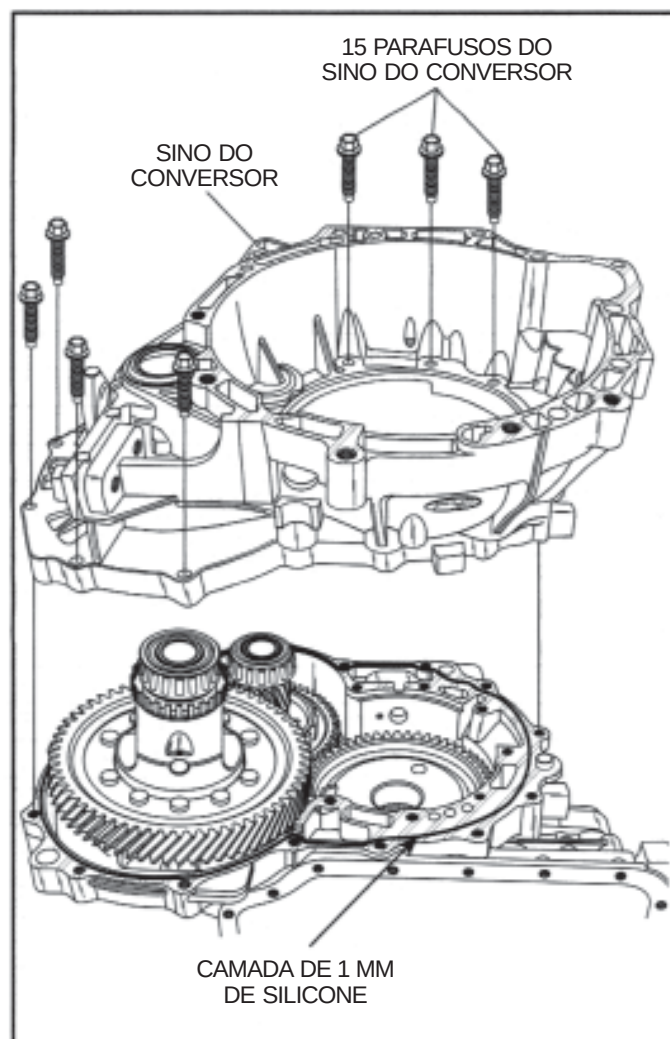

Figura 148
69. Aplique uma camada de 1 mm de silicone ultra selante na carcaça da transmissão, na área de junção com o sino do conversor, conforme ilustrado na Figura 148.
70. Instale na carcaça da transmissão o sino do conversor (Vide Figura 148), e verifique se está sobre os pinos guias de alinhamento.